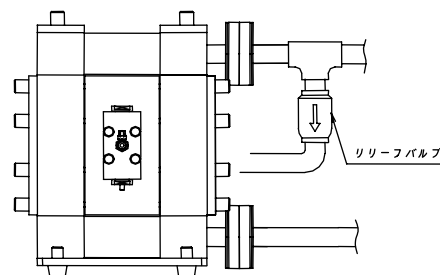

Fig. 4.2
- ・ポンプの設置場所の環境によって移送液剤の体積変化が大きい場合は、吐出側にリリーフバルブを取り付けて許容圧力値で開放するようにしてください。（Fig. 4.2 参照）液剤の体積変化によりポンプ内圧が許容圧力を超えた場合、破損の原因となります。